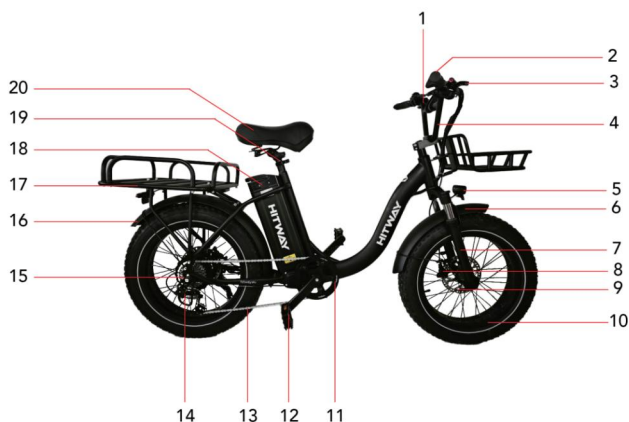

Figure 1 (schéma général du vélo)
1. Insérez la clé dans le trou de serrure de la figure 1 et tournez la clé vers la droite de la position « OFF » à la position « ON ».